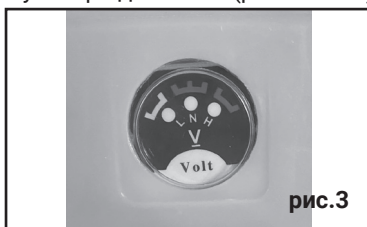

рис.3
- проверить уровень заряда аккумулятора с помощью индикатора заряда (рис.3.);
Подключите зарядное устройство к заземленной точке зарядки 220-230В. Уровень заряда аккумулятора можно посмотреть на индикаторе заряда, расположенного на передней панели опрыскивателя (рис. 3). Красный индикатор показывает, что аккумулятор заряжается, а при полной зарядке, индикатор загорится зеленым.